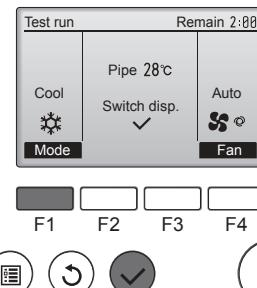

Fig. 8-3
- Щоб змінити режим роботи, натисніть кнопку [F1]. (Fig. 8-3)